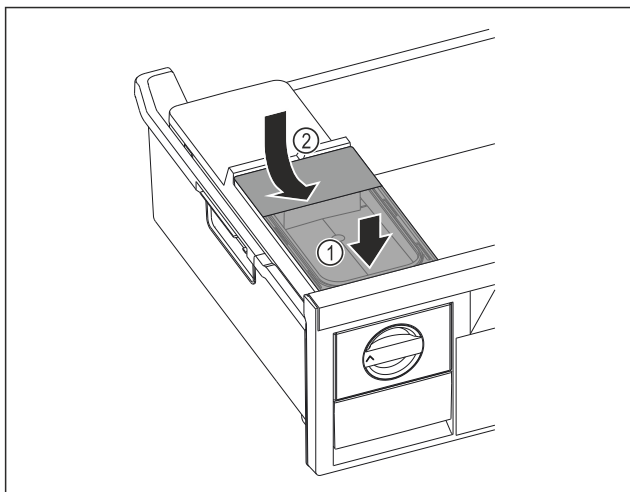

Fig. 152
- ▶ Placera vattenbehållaren framtill. Fig. 152 (1)
- ▶ Sänk ned vattenbehållarens baksida. Fig. 152 (2)